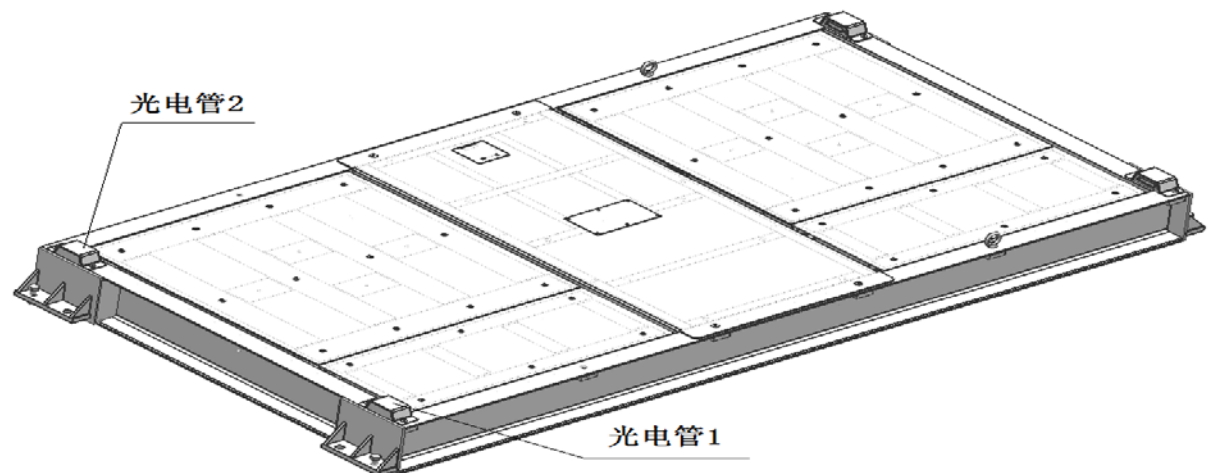

图 4.16
(2)、如图 4.16 所示：首先遮挡光电管 1，然后将测量板向外（向里）移到 3m/km (-3m/km)，再遮挡光电管 2。